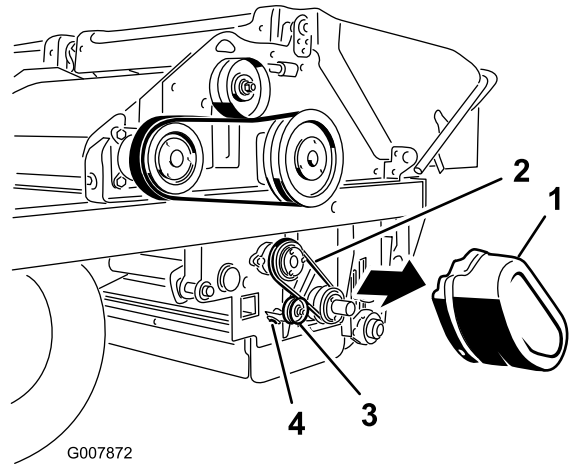

Bild 61
1. Entfernen Sie die Riemenabdeckung (Bild 61).
2. Lockern Sie die Mutter an der Spannscheibe (Bild 61).
3. Drücken Sie die Spannscheibe in den Riemen und ziehen Sie gleichzeitig die Spannscheibenmutter an (Bild 61).